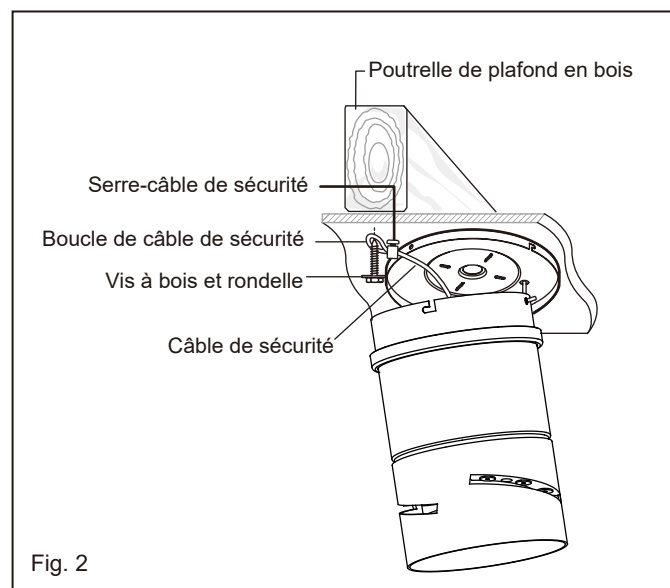

Fig. 2
Fixez la vis à bois et la rondelle plate à la solive de plafond comme indiqué (sans serrer complètement). Glissez le serre-câble sur le câble de sécurité du ventilateur. Enroulez le câble de sécurité autour de la vis à bois qui vient d'être fixée à la solive de plafond. Insérez l'extrémité du câble dans le serre-câble et tirez-le au maximum. Serrez fermement la vis dans le serre-câble. Coupez l'excédent de câble. (Fig. 2)
2. Effectuez les connexions filaires du ventilateur au récepteur. Pour ça étape utiliser le faisceau de 5 fils sur le récepteur. (Fig.2)